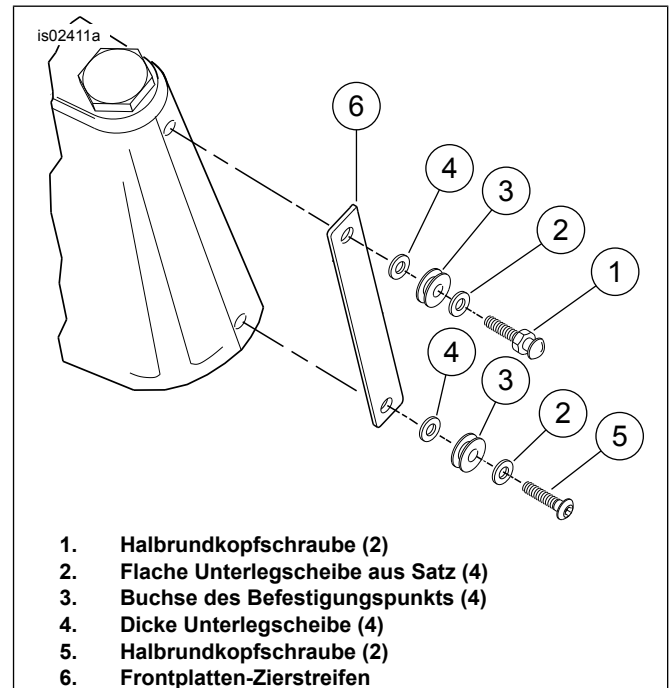

Abbildung 1. Einbau des Frontplatten-Zierstreifens und der Windschutzscheiben-Befestigungsstellen-Ausrüstung
2. Siehe Abbildung 1. Die Schrauben und Unterlegscheiben, mit denen der Zierstreifen (6) an den vorderen und hinteren Besatzstücken befestigt ist, entfernen und entsorgen.
4. Eine flache Unterlegscheibe (2), eine Buchse (3) und eine dicke Unterlegscheibe (4) auf die Halbrundkopfschraube (1) aufstecken und dann die Schraube in das obere Loch des Zierstreifens (6) und das vordere und hintere Besatzstück eindrehen. Die Schraube nicht anziehen.